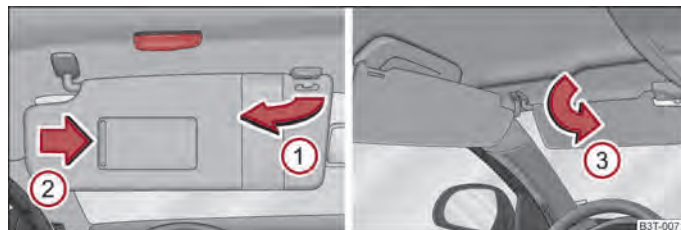

Fig. 48 Parasol: Girar - lado izquierdo/visera parasol doble: Girar hacia atrás - lado derecho
La visera parasol para el conductor o acompañante se puede extraer de la fijación y girarla hacia la puerta en sentido de la flecha ① ⇒ fig. 48.